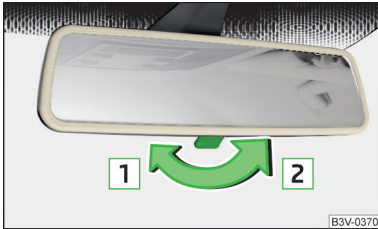

Abb. 81
**Spiegel mit manueller Verdunkelung** » Abb. 81